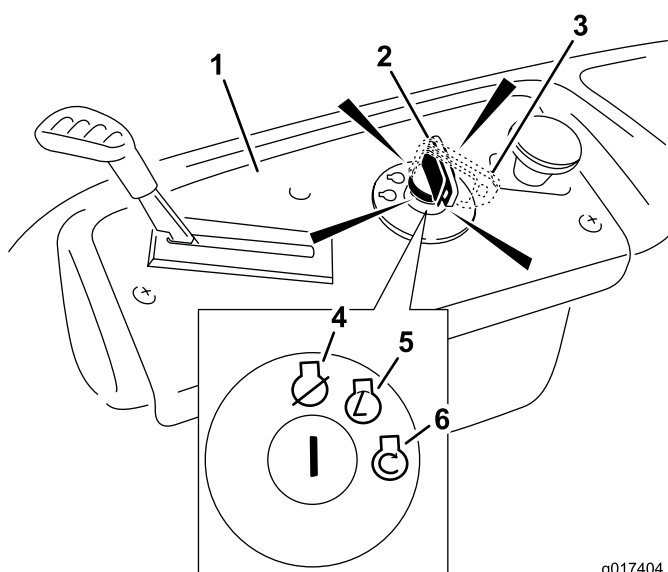

Figura 13
- Rode a chave da ignição para a posição Start para ligar o arrancador. Quando o motor arrancar solte a chave (Figura 13).
- Depois de o motor arrancar, mova a alavanca do acelerador para Rápido (Figura 13). Se o motor parar ou se engasgar, volte a colocar a alavanca do acelerador na posição Ar durante alguns segundos. Repita isto conforme necessário.
3. Desligue a chave da ignição (Figura 13) e retire a chave.